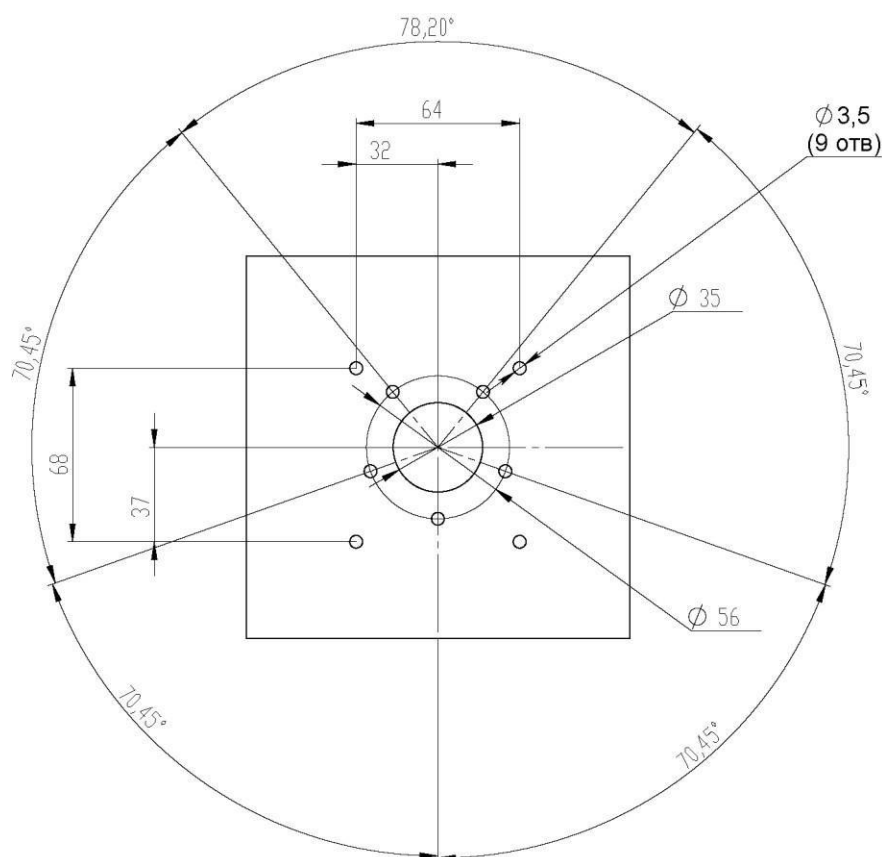

Рис. 2.6 Подготовка топливного бака – крепление с помощью саморезов
1. Просверлите отверстия в баке: центральное отверстие биметаллической коронкой $\varnothing 35$ мм, а крепежные отверстия - сверлом $\varnothing 3,5$ мм в соответствии с рис. 2.6.